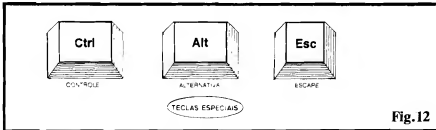

Fig. 12
- FIG. 12 - TECLAS ESPECIAIS - As teclas mostradas podem surgir, nos teclados, em mais de uma posição, e às vezes até duplicadas... As marcações com Ctrl (controle) e Alt (alternativa) permitem, quando pressionadas juntamente com outras teclas, mudar a pró-